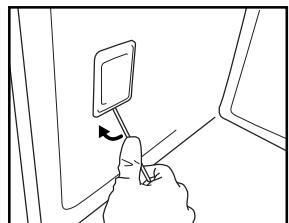

Fig. 7
3. Folosind o surubelnită ascuțită drept pârghie, extrageți plafoniera (Fig. 7).